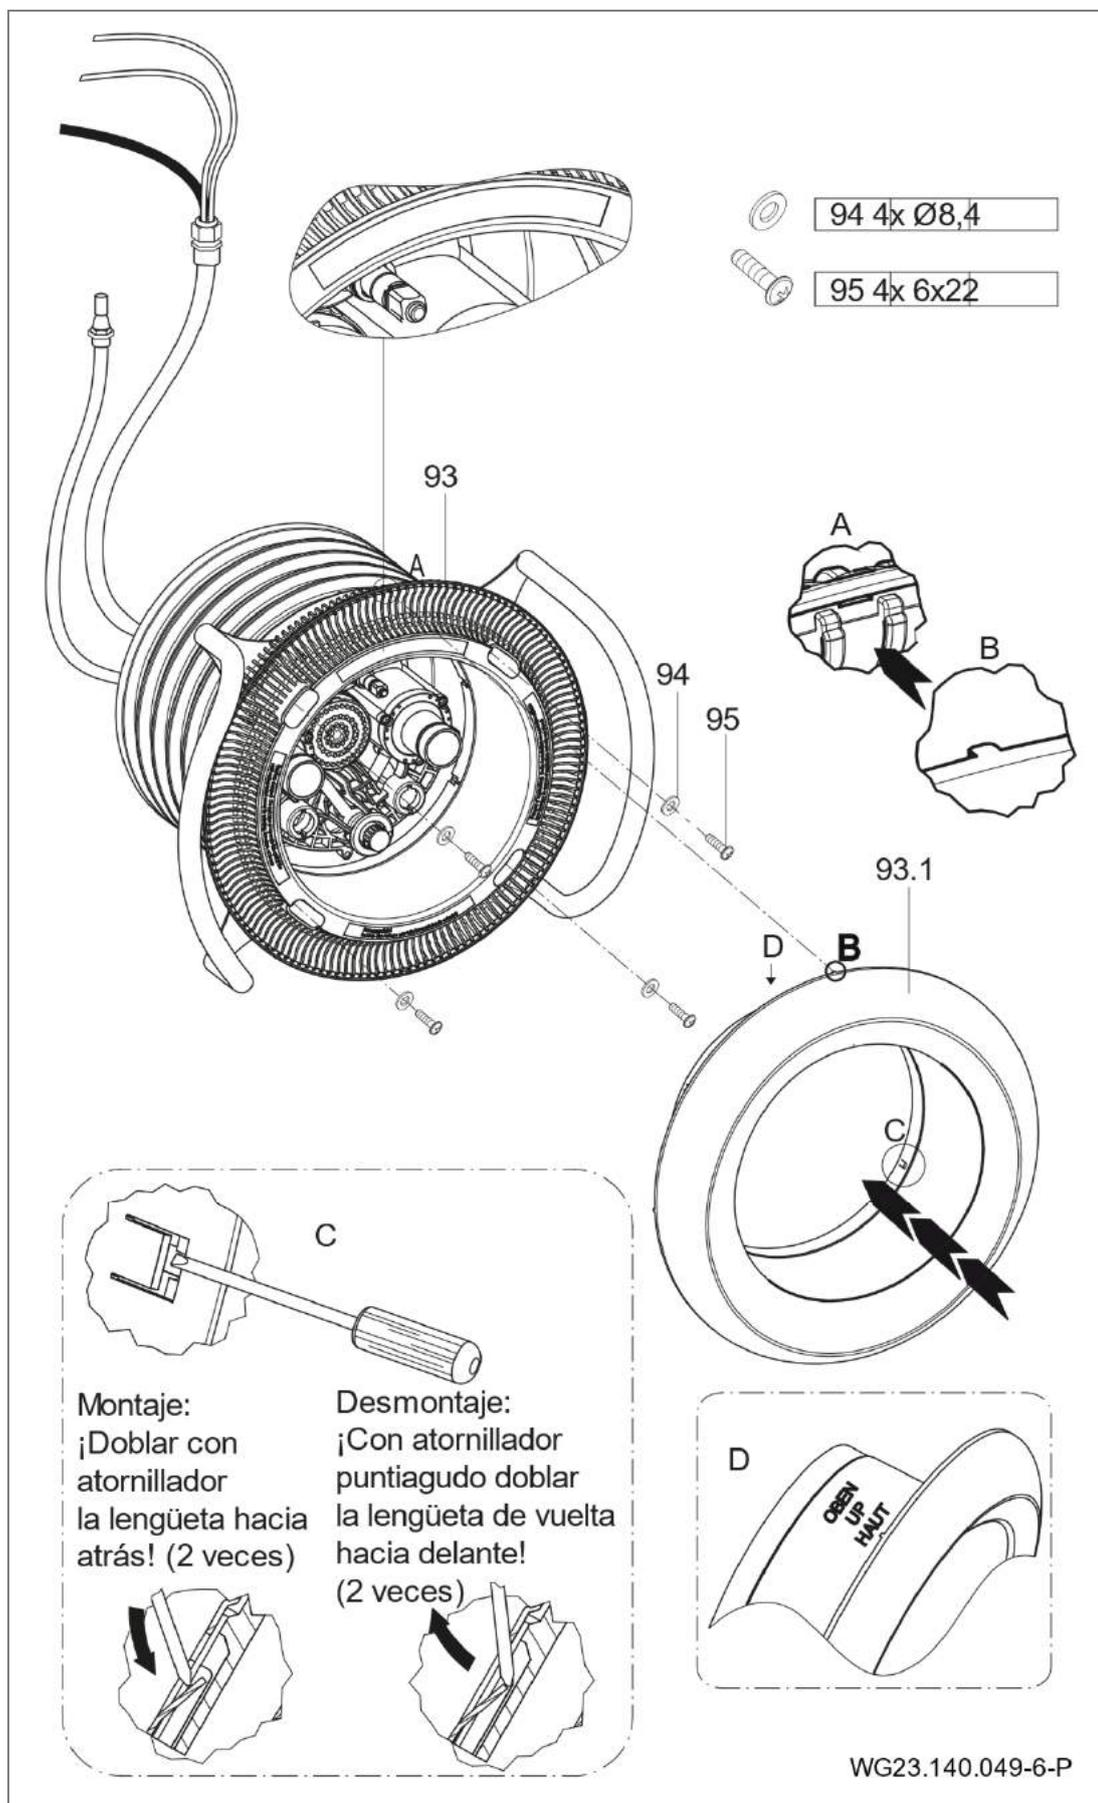

Fig. 18
Primavera Deluxe: Inserte por presión con cuidado los pulsadores piezo con dos juntas tóricas montadas en la carcasa de pulsadores premontada de la carcasa de las boquillas. Dado el caso, utilice vaselina con medio auxiliar. (Fig. 18)
9. Colocar la placa de aspiración (93) sobre el anillo tensor (28) y asegurarla con cuatro arandelas (94) y cuatro tornillos con rosca cortante (95). (Fig. 18)